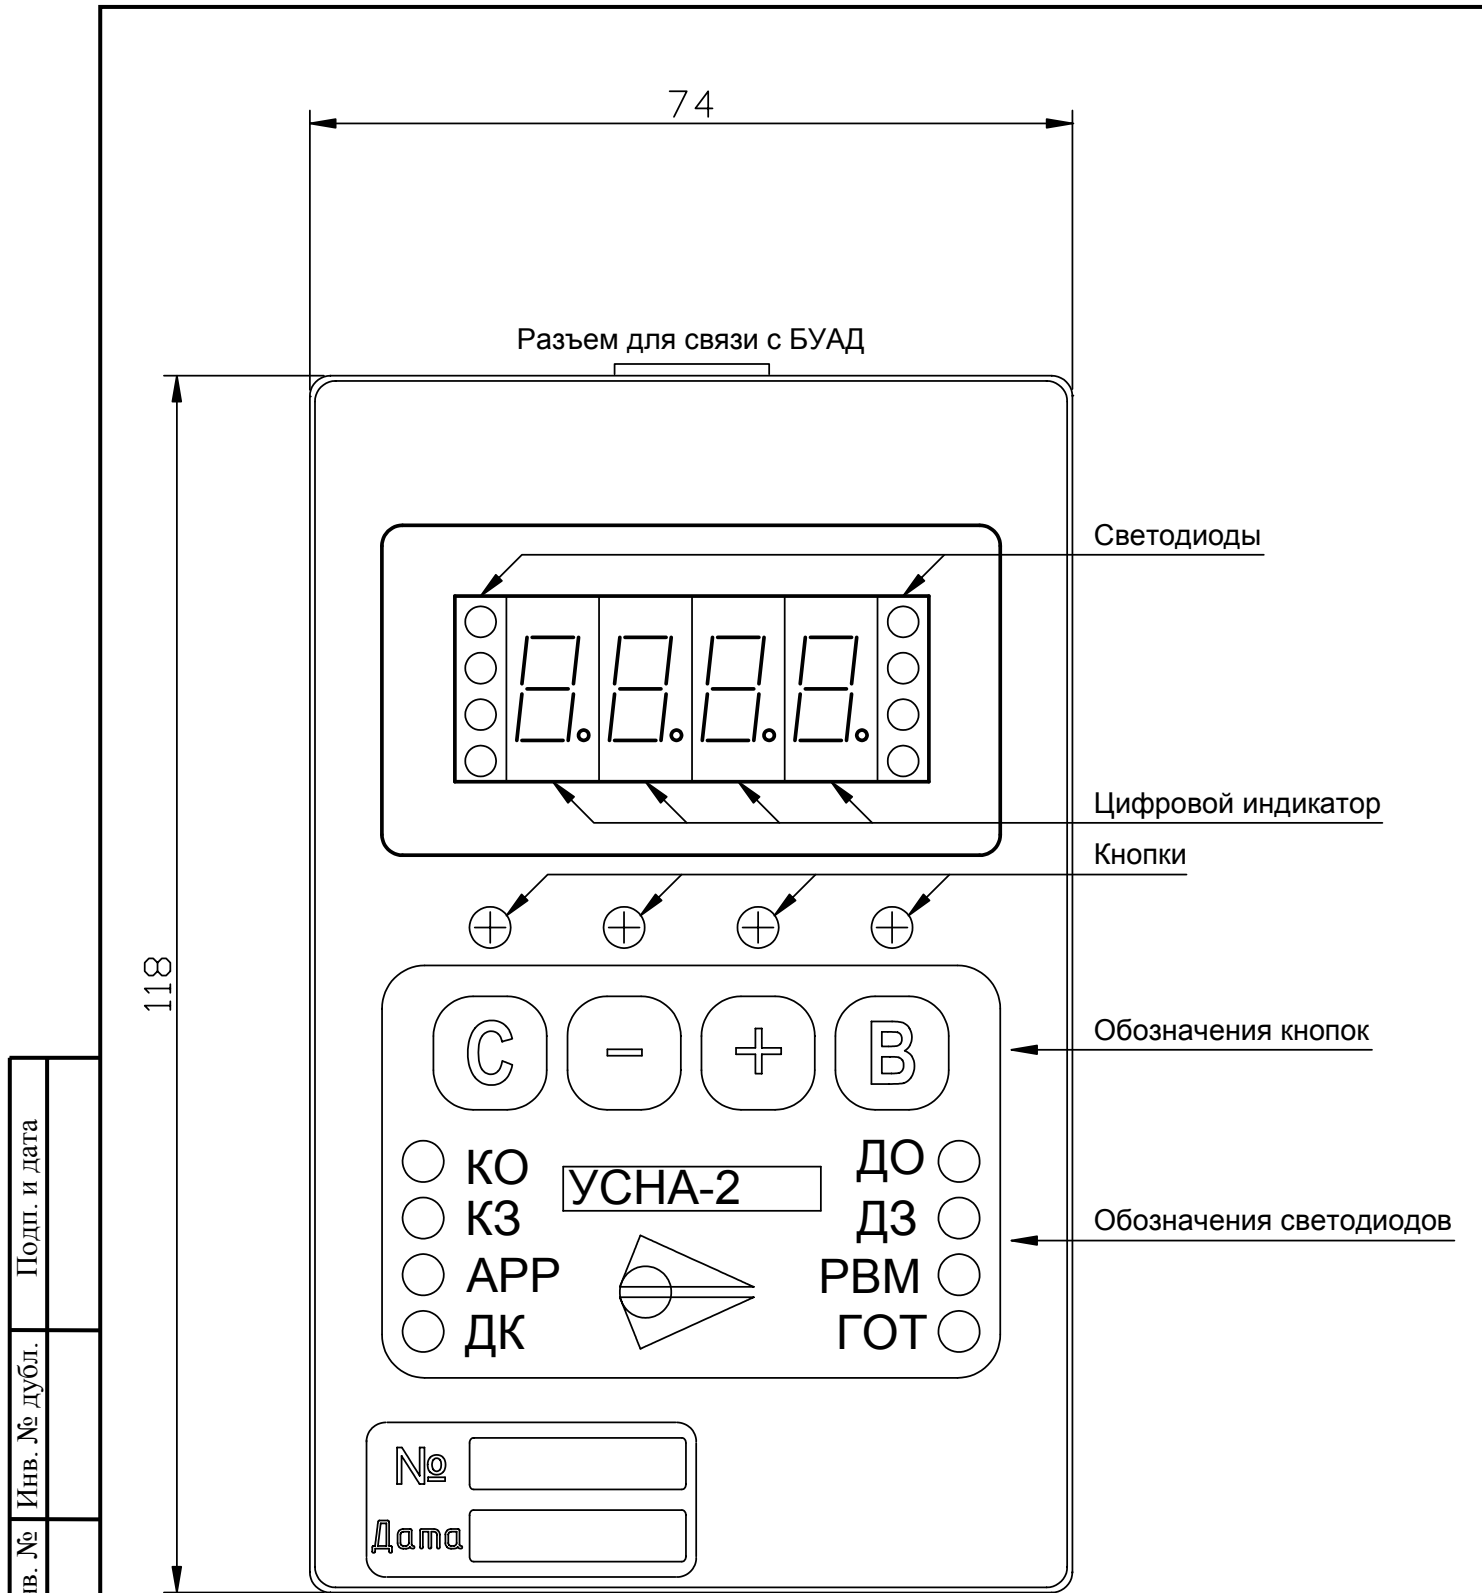

Рис.1. Внешний вид Устройства настройки УСНА, исполнение 1.
3.4.1. Панель управления *Устройства* (рис.1, 2) состоит из